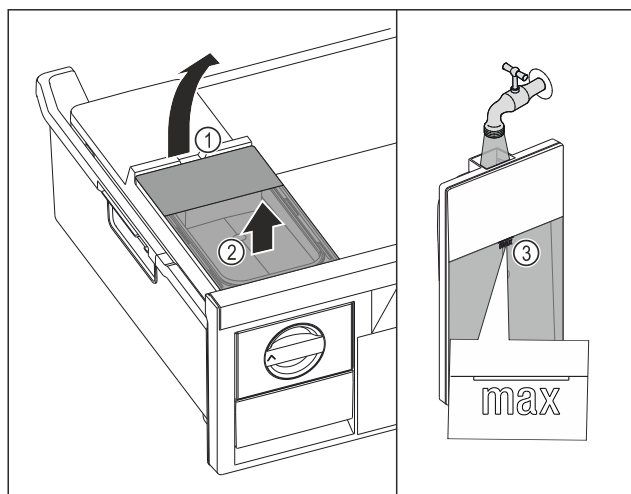

Fig. 76
- ▶ Zbiornik wody unieść za wycięcia Fig. 76 (1).
- ▶ Wyjąć zbiornik wody do góry. Fig. 76 (2)
- ▶ Zbiornik wody napełnić wodą pitną aż do oznaczenia Fig. 76 (3).